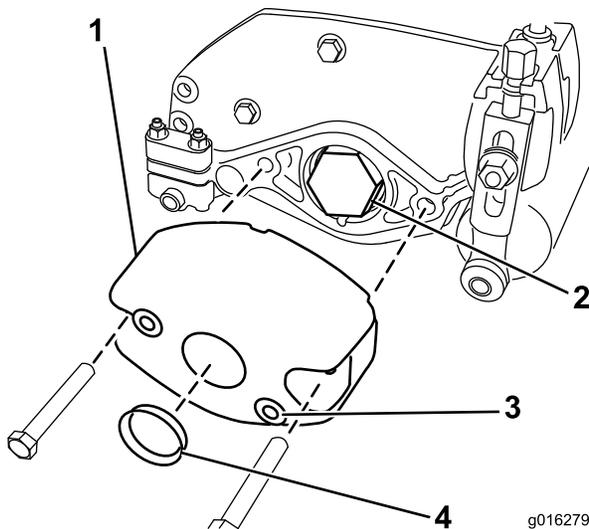

Figura 3
2. Togliete i bulloni e il contrappeso dall'estremità dell'elemento di taglio; vedere Figura 3. Spingete dall'interno e rimuovete il tappo dal foro grande al centro del contrappeso.
5. Fissate nuovamente il contrappeso sull'elemento di taglio con i dispositivi di fissaggio rimossi precedentemente; vedere Figura 3.